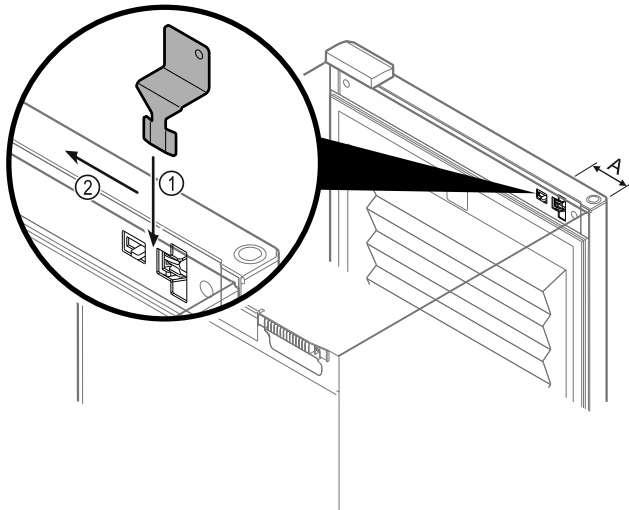

Fig. 218
- ▶ Расположите ключ для аварийной разблокировки в заданном месте Fig. 218 (A) \approx 100мм.
- ▶ Вставьте ключ для аварийной разблокировки между дверью и корпусом устройства сверху и до упора Fig. 218 (1).
- ▶ Потяните ключ для аварийной разблокировки в направлении стороны шарнира Fig. 218 (2).